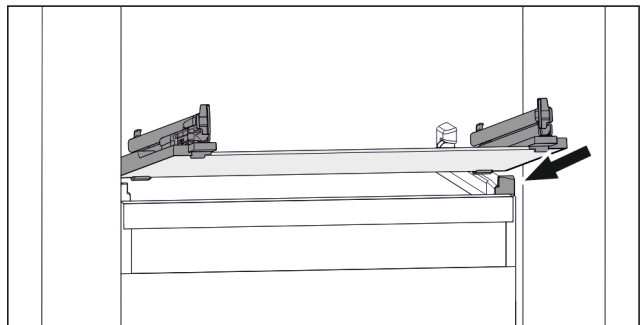

Fig. 130 Примерное отображение стеклянной пластины
- ▶ Наклоняя вниз, установите стеклянную пластину за стопоры. (см. Fig. 130)